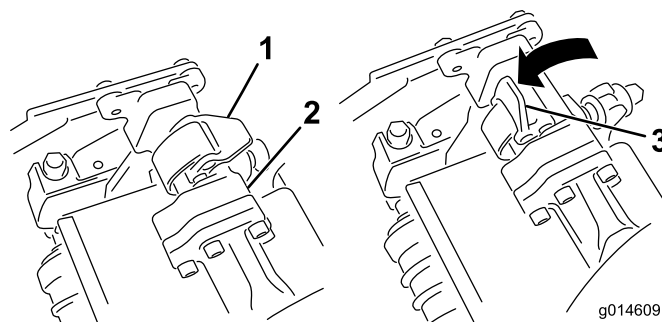
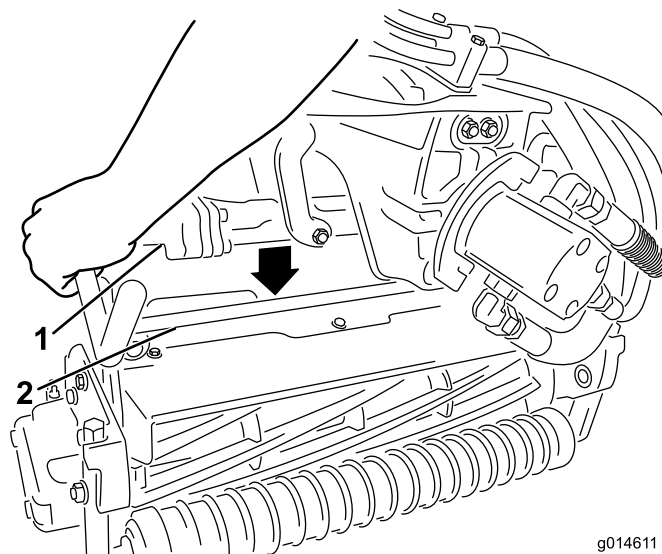

Figura 36
Figura 37
4. Com os fechos na barra do braço de suspensão a apontar para cima (i.e., abertos) (Figura 36), empurre o braço de suspensão para baixo de forma a que a barra passe pela barra através da parte superior da unidade de corte (Figura 37).
5. Feche os fechos para baixo e em redor da barra da unidade de corte e bloqueie-os no sítio (Figura 36).
5. Abra os fechos na barra do braço de suspensão da unidade de corte que está a remover (Figura 36).